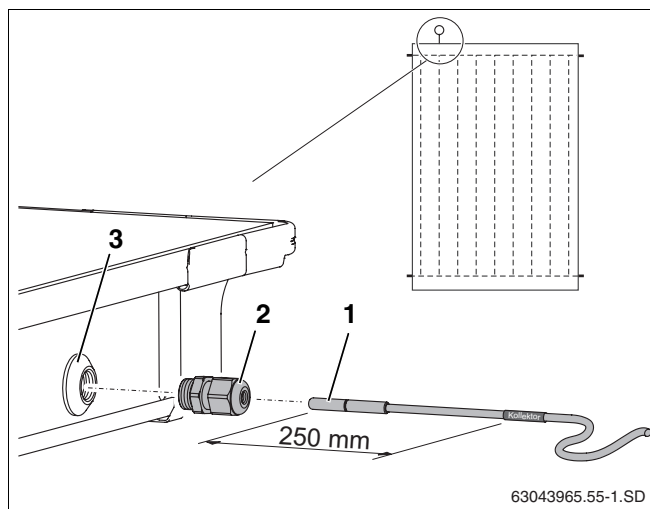

Fig. 33 Insérer la sonde dans le capteur
Pour que l'installation solaire fonctionne parfaitement, il est nécessaire d'insérer la sonde (fig. 33, **pos. 1**) jusqu'à la butée (correspond à env. 250 mm) dans le conduit.
- Percer la couche d'étanchéité de la gaine de sonde à l'aide de la sonde ou du tournevis (fig. 33, **pos. 3**).
- Visser l'écrou-raccord (fig. 33, **pos. 2**) dans la gaine de sonde.
- Visser l'écrou-raccord (fig. 33, **pos. 2**) à fond, si nécessaire pousser contre.
Si vous avez percé la gaine de sonde (fig. 33, **pos. 3**) d'un autre capteur, il faut l'étanchéifier avec le bouchon du kit de raccordement. Auparavant retirez, à l'aide du raccord de câbles (fig. 33, **pos. 2**), l'écrou qui se trouve dans la gaine de sonde.